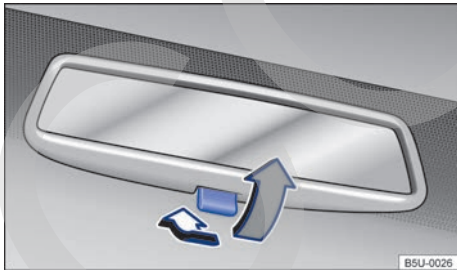

Fig. 77 En el parabrisas: espejo retrovisor interior antideslumbrante manual.
- Posición de noche: tirar de la palanca ⇒ fig. 77 (flecha gris), para evitar el deslumbramiento de los faros de los vehículos que circulan detrás.